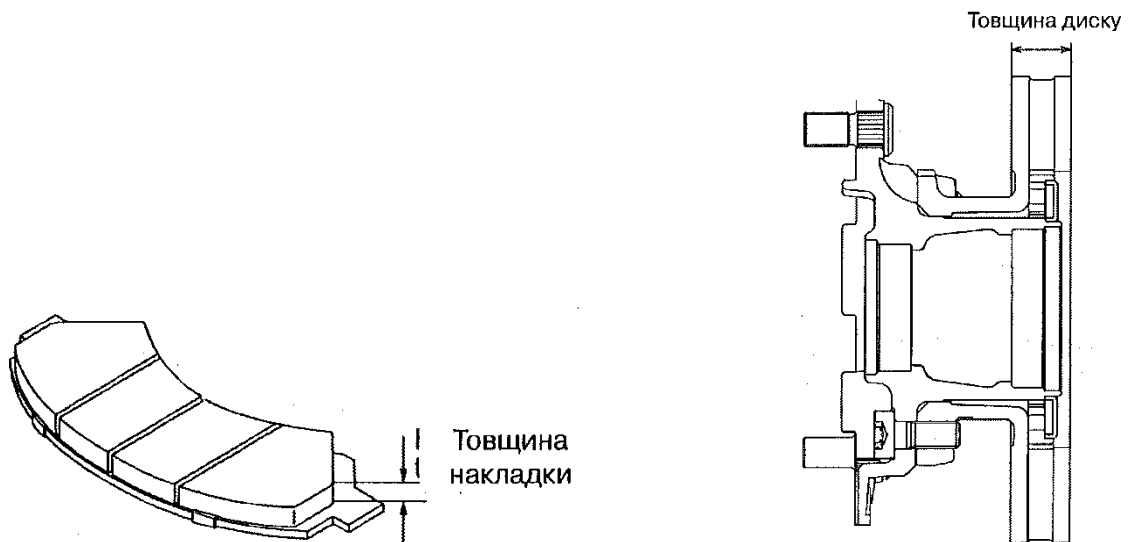

Рисунок 12.7.1.6.2 – Визначення товщини накладки та гальмівного диска.
5. Виміряйте товщину накладки, товщину гальмівного диска та визначте ступінь його зношення (рис. 12.7.1.6.2).